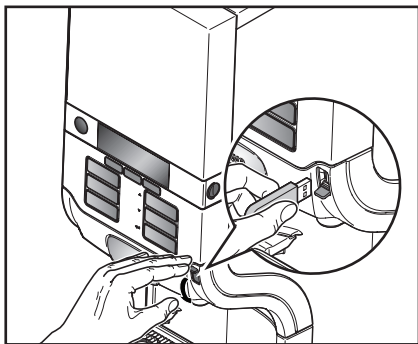

图 29
- 将USB开启钥匙（闪盘）插入机器的USB插口。（图 29）